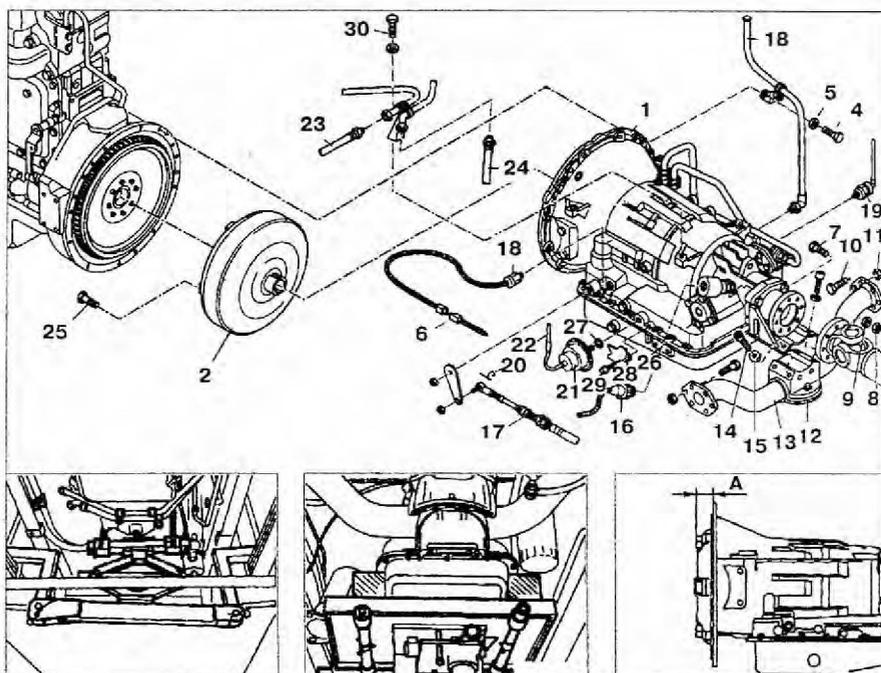

Рис. 4.98. Снятие и установка АКПП:
4. Снимите маслозаливную трубу **3** (рис. 4.98).